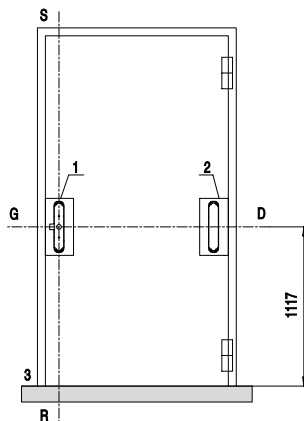

FIG. 3
- 1) Verificare il buono stato della porta e la sua planarità. Tracciare a porta chiusa un asse orizzontale **G-D** alla distanza di **1117 mm** dal pavimento (fig. 3).
- 2) Fissare con adesivo le dime sulla porta (fig. 3)
- 1) Check that the door is in good conditions and perfectly flat. With the door closed, draw a horizontal line **G-D** at **1117 mm** from the finished floor (Fig. 3).
- 2) Fix the templates to the door with adhesives (Fig. 3).
- 1) Contrôler le bon état et la bonne planéité de la porte. Avec la porte fermée, tracer un axe horizontal **G-D** à une distance de **1117 mm** du sol (fig. 3).
- 2) Fixer les gabarits sur la porte avec de l'adhésif (fig. 3)
- 1) Verifique el buen estado de la puerta y su planeidad. Con la puerta cerrada, trace un eje horizontal **G-D** a una distancia de **1117 mm** del piso (Fig. 3).
- 2) Fije con adhesivo las plantillas sobre la puerta (Fig. 3)
- 1) De goede staat en vlakheid van de deur nagaan. De horizontale as **G-D**, op een afstand van **1117 mm** van de vloer trekken (afb. 3).
- 2) De malen met tape op de deur plakken (afb. 3)
- 1) Sicherstellen, dass die Tür in einwandfreiem Zustand und sehr gerade ist. Bei geschlossener Tür eine Horizontalachse **G-D** mit einem Abstand von **1117 mm** vom fertigen Fussboden (Abb. 3) anzeichnen.
- 2) Die Schablonen mit einem Klebeband auf der Tür befestigen (Abb. 3)